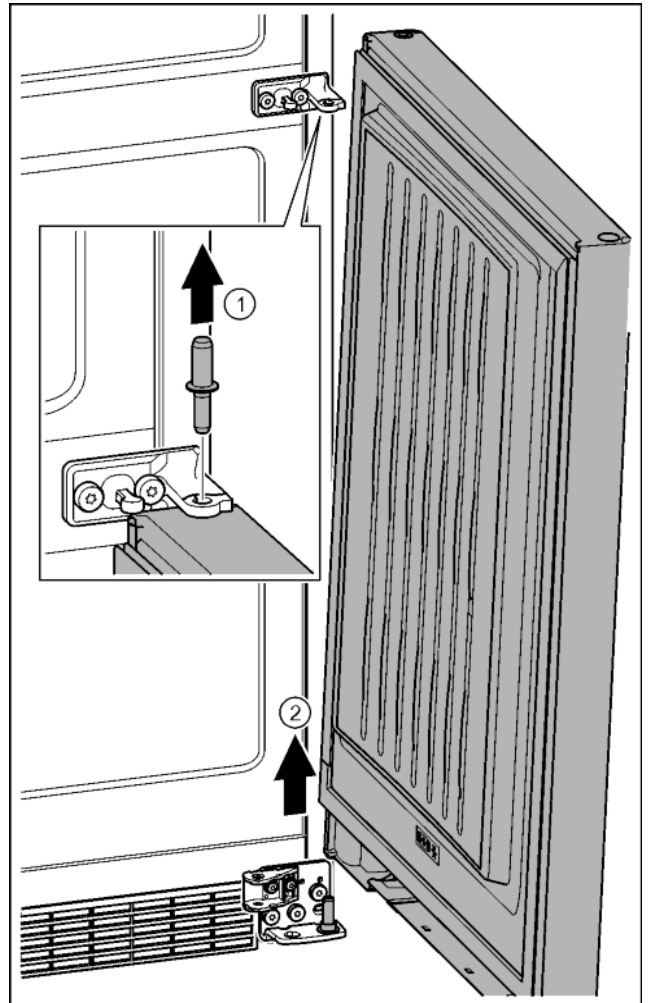

Fig. 21
- ▶ Bolzen nach oben herausziehen. *Fig. 21 (1)*
- ▶ Tür herausschwenken, nach oben ziehen und beiseite stellen. *Fig. 21 (2)*